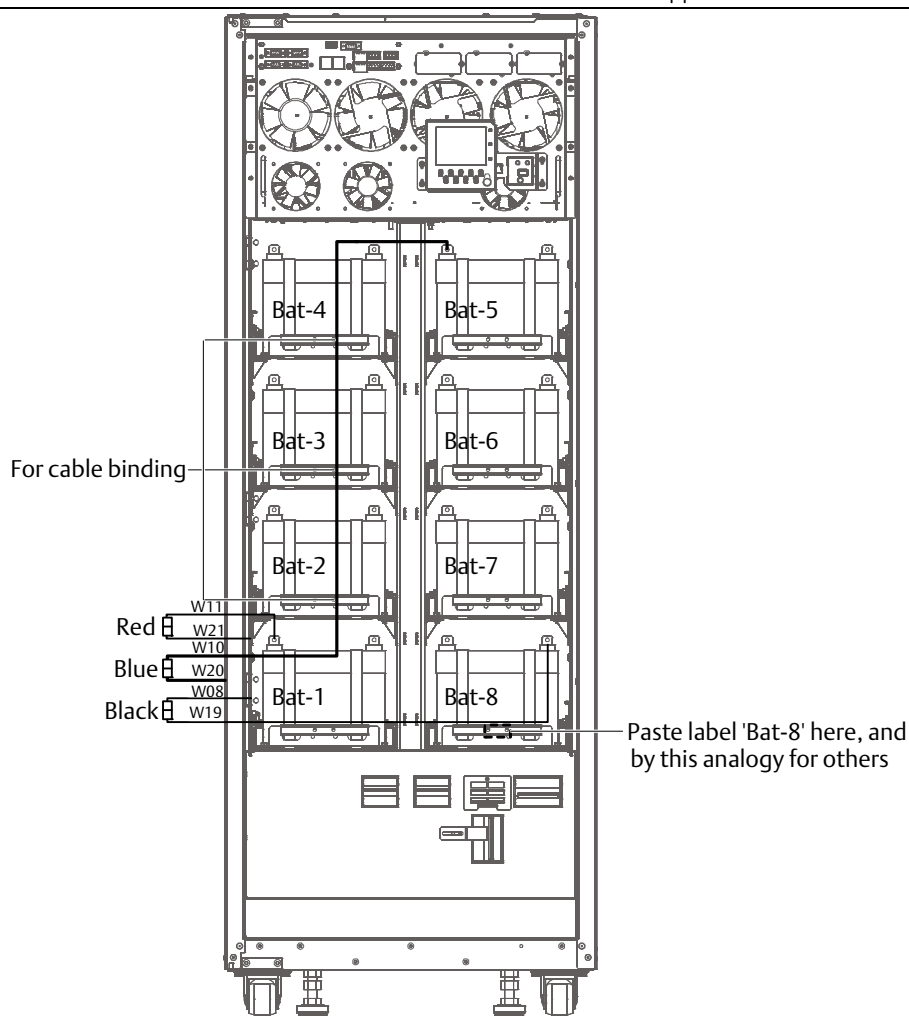

Figure 8-9 Соединения полки для батареи
5. Как показано на рис. 8-9, вставьте полки с батареями, установленными в батарейном отсеке по одному и убедитесь, что полки № 1 - 8 соответствуют 1 - 4 (снизу вверх) батарейного отсека, иначе напряжение батареи может быть ненормальным.
7. Как показано на Figure 8-9, подключите положительную клемму полки 1 к положительному контакту шкафа; подключите клемму линии нейтрали полки 3 к линии нейтрали полки, подключите отрицательную клемму полки 5 к отрицательной клемме шкафа. Используйте мультиметр для измерения напряжений между клеммами батареи (+, -, N), как показано на Figure 3-2, чтобы убедиться, что кабели подключены правильно.